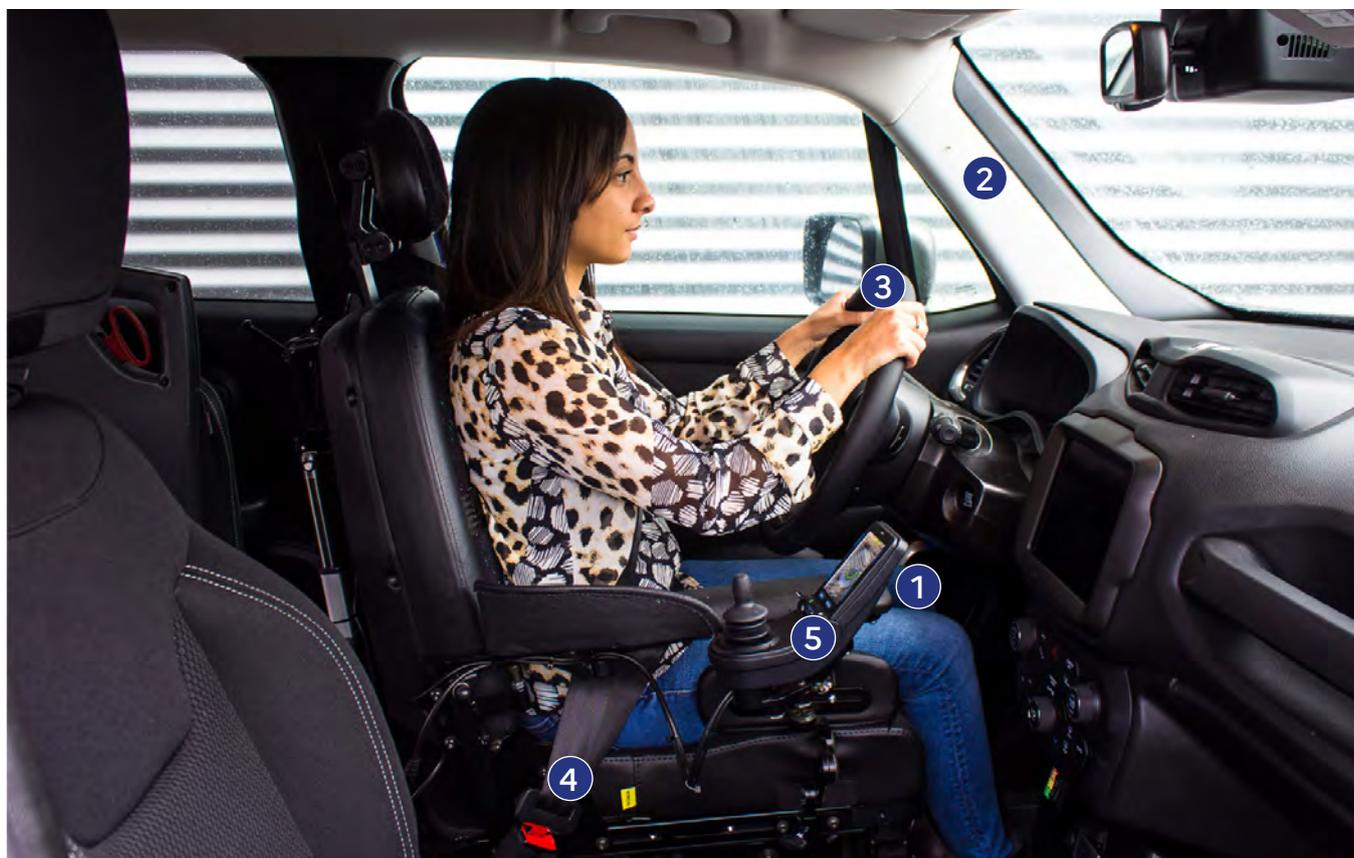

Figure 6 : installation poste de conduite (rang 1)
- d'utiliser un **pantographe pour l'escamotage** du joystick au poste de conduite (+ motorisation escamotage dans les situations complexes) (fig. 6 : ⑤).
- **le passage de jambes sous le volant** afin qu'il n'y ait pas de contact (fig. 6 : ①),
- **le champ de rétro vision** (fig. 6 : ②),
- **l'accessibilité des commandes d'urgences et de signalisations** (fig. 6 : ③).
- **le positionnement de la ceinture de sécurité et les capacités de bouclage/débouclage** (fig. 6 : ④),